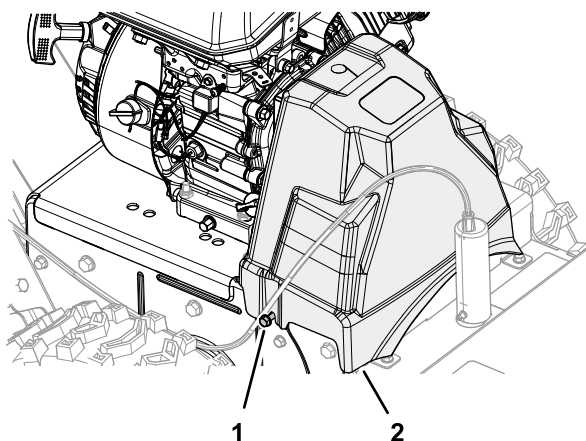

Figura 43
1. Alinhe as ranhuras na cobertura da correia com os dois parafusos de cabeça flangeada (Figura 43).
2. Instale a cobertura da correia na máquina (Figura 43).